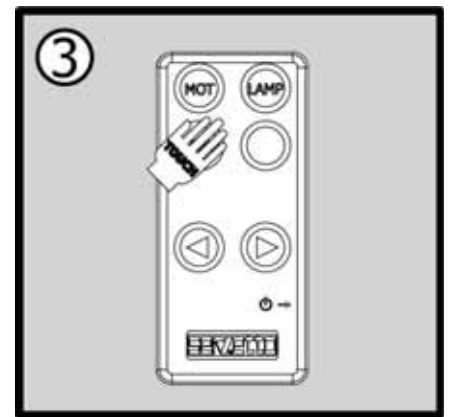

Abb. 20
- 3 - Drücken Sie den "SERV"-Knopf (Abb.20).